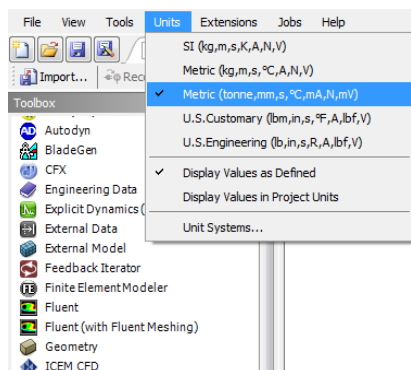

图 4-14 设置模型单位
- 步骤 02** 在 ANSYS Workbench 主界面中选择“Units”（单位）→“Metric（tone,mm,s,℃,mA,N,mV）”命令，设置模型单位，如图 4-14 所示。